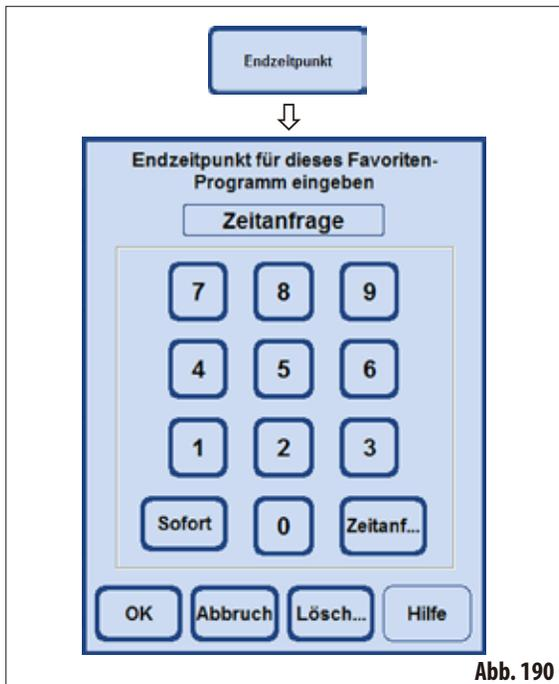

Abb. 190
- Die Taste **ENDZEITPUNKT** drücken, um das Eingabefenster für die Endzeit aufzurufen (Abb. 190).